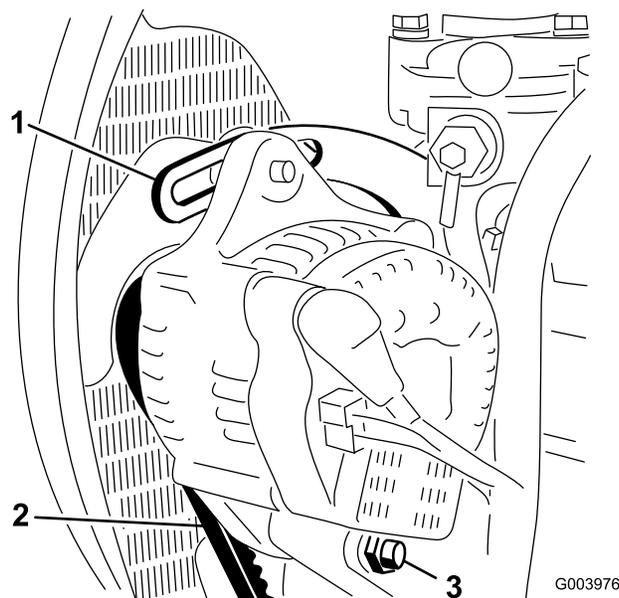

Figura 67
2. Controllate la tensione della cinghia dell'alternatore premendola (Figura 67) al centro tra l'alternatore e le pulegge dell'albero a gomito con una forza di 10 kg.
3. Allentate il bullone che fissa il supporto al motore (Figura 67), il bullone che fissa l'alternatore al supporto ed il bullone di rotazione.